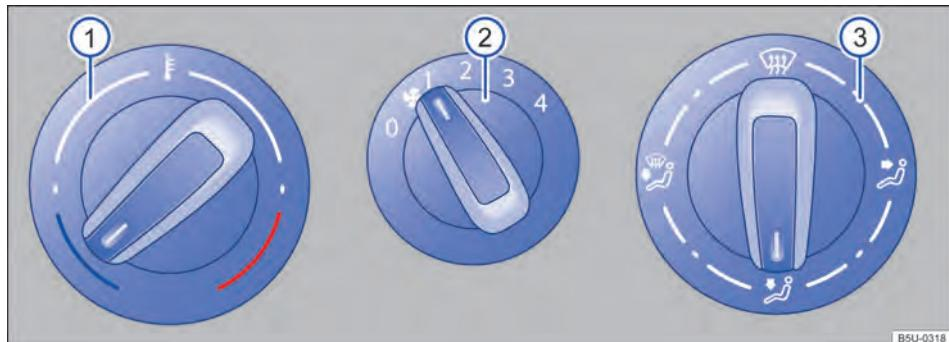

Fig. 72 Comandos do sistema de ventilação e aquecimento.
- Em veículos com sistema de aquecimento, girar o botão da temperatura → Fig. 72 ① totalmente para a direita, para a posição máxima de aquecimento.
- Girar o botão de distribuição de ar ③ para a posição .
- Girar o botão do ventilador ② para o nível 3 ou 4.